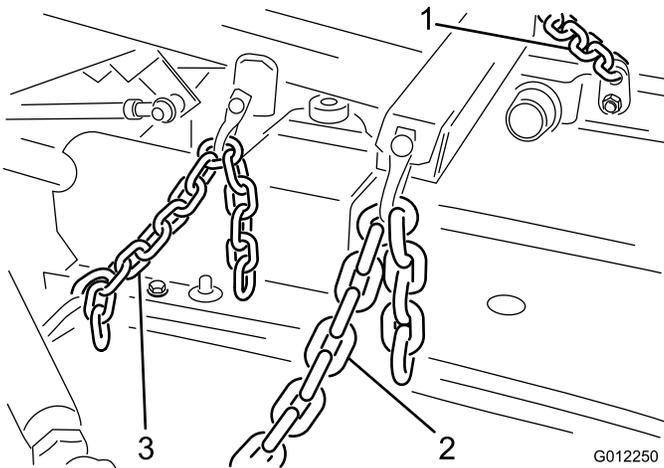

Bild 9
1. Verbinden Sie die Hubketten mit 6 Ketten, Kettenstiften (3/8 x 1-1/2 Zoll) und Splinten (1/8 x 3/4 Zoll) mit dem Hubarm und den Kettenhalterungen des Mähwerks (Bild 9). Befestigen Sie die Ketten beim Anschließen mit den folgenden Lenkern, um sicherzustellen, dass die Mähwerkhuber richtig angehoben werden.